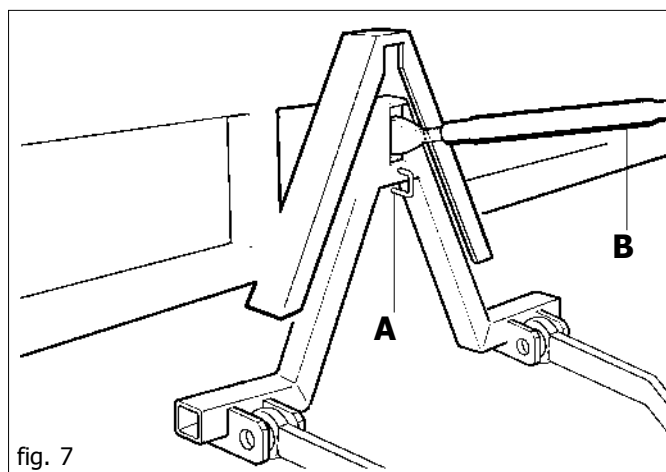

fig. 7
- 3) Approcher le tracteur de l'équipement, en agissant sur le dispositif de soulèvement, porter le triangle d'accrochage rapide à la verticale du triangle d'accouplement de l'équipement (Fig. 7).
- 5) Soulever l'attelage triangle jusqu'à ce que les deux pièces soient parfaitement accouplées le long des guides du châssis triangle, avec l'introduction du pivot à ressort (A fig. 7).
- 7) Abaisser le dispositif de soulèvement en mettant les machines combinées en position de travail, contrôler que tous les organes d'ensemencement soient libres d'osciller, ainsi que les roues motrices et la herse couvre-graines. Contrôler que l'équipement soit dans la position correcte, perpendiculaire au terrain; dans le cas contraire, agir sur le troisième point de l'équipement (B fig. 7).